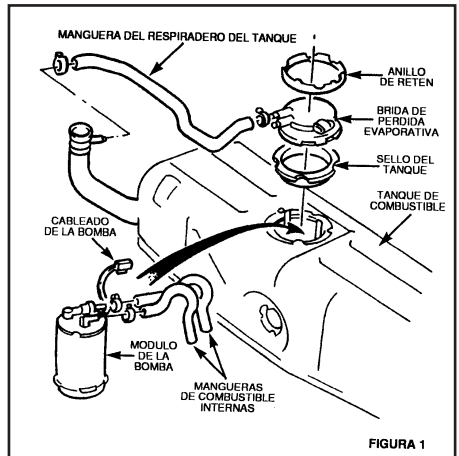

FIGURA 1
- A) Retire el anillo de cierre de la brida de pérdida evaporativa, (véase la Figura 1).